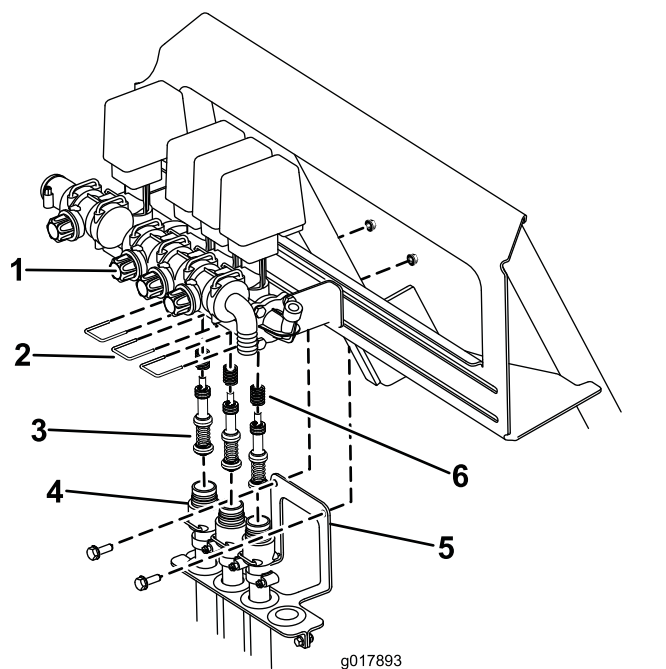

图70
- B. 将把阀座固定到阀门总成上的 3 个固定叉拆下 (图70)。
- C. 拆下把软管束支架固定到打药车车架上的 2 个螺丝和螺母 (图70)。将软管从阀门总成上放下。
- D. 用 3 毫米的内六角扳手将固定阀门总成柱塞组件的螺丝拆下。务必要考虑到阀门中的弹簧 (图70)。